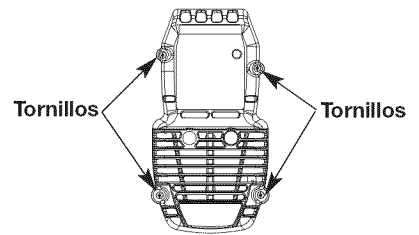

Fig. 13
1. Saque los cuatro (4) tornillos que sostienen la cubierta del silenciador / filtro de aire (Fig. 13). Use un destornillador de vástago plano o de broca Torx N° T20.
2. Inserte los cuatro (4) tornillos en los orificios de la cubierta del silenciador / filtro de aire (Fig. 13) y ajústelos. **No ajuste demasiado.**